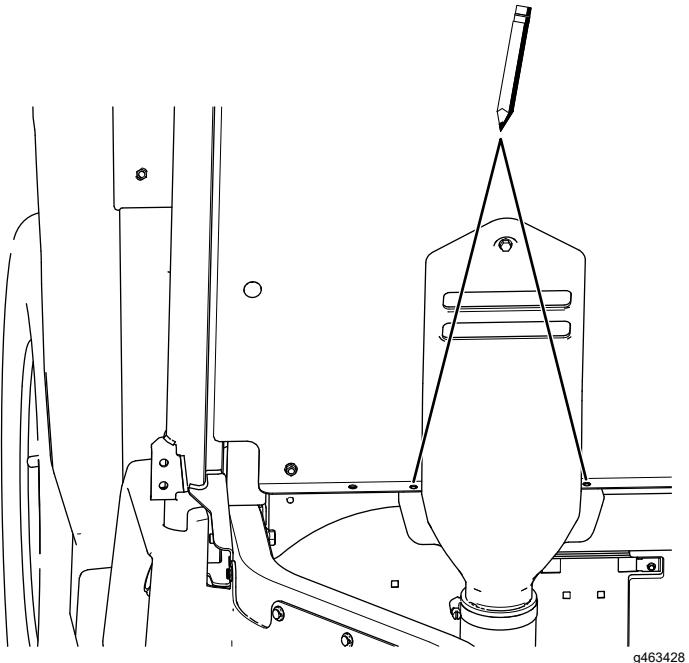

Figure 25
C. Utilisez le capot comme gabarit et marquez l'emplacement des 2 trous (Figure 25).